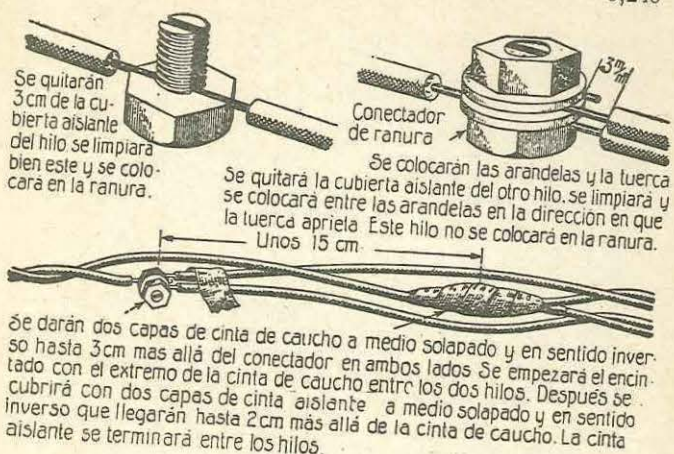

Fig. 20
23.—*Las derivaciones para líneas en común* se harán con el conector de ranura (fig. 20) en el punto más cercano de la estación de abonado de línea en común, excepto cuando la derivación quede a menos de 15 metros de una caja terminal. En este caso se conectará el cable de acometida a los bornes de la caja terminal a no ser que al hacer esto haya más de dos circuitos conectados en el mismo punto (véase párrafo 35). En este caso, todos los circuitos que haya de exceso sobre los dos se conectarán en otros puntos convenientes.